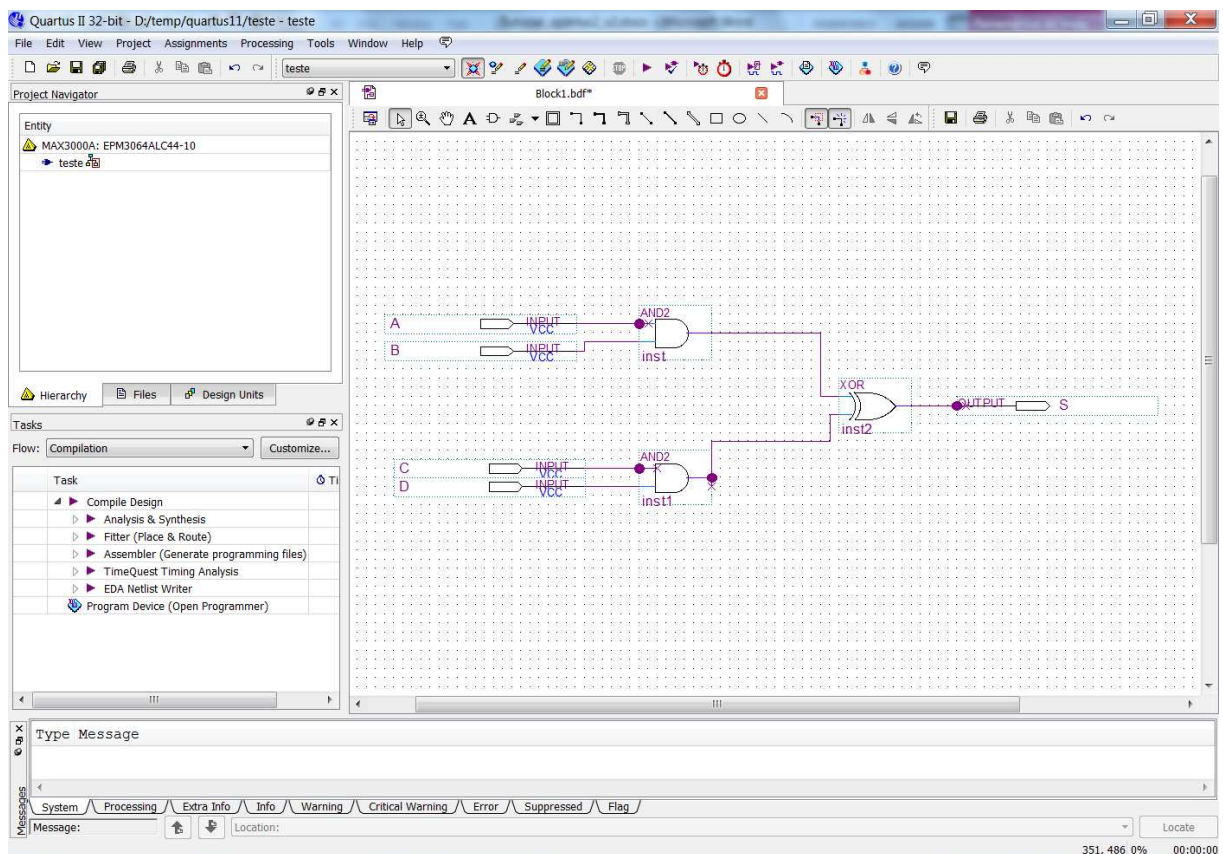

**Figura 13 - Tela de Inserção de Portas Lógicas Primitivas e Pinos na forma de Esquemáticos**
- Primeiramente insira as portas lógicas necessárias e os pinos de entrada e saída, como mostrado na Figura 13. (Para renomear os pinos de entrada e saída dê duplo clique sobre o pino a ser alterado)